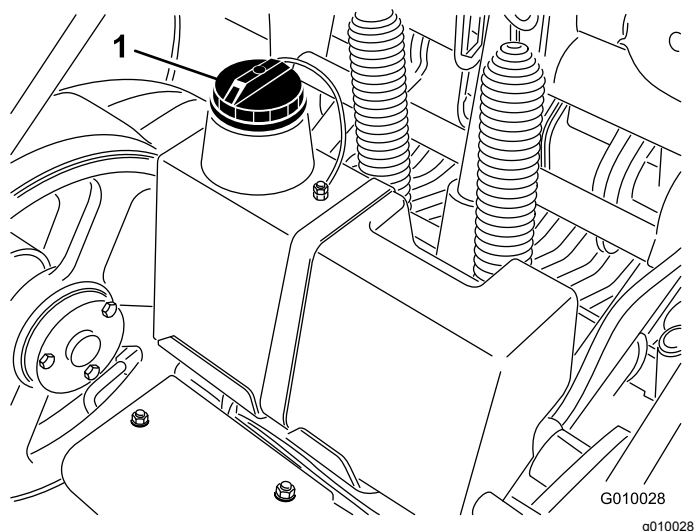

図 61
3. 油圧オイルタンクの注油口周辺をきれいに拭き、キャップ 図 61を外す。給油口からキャップを取る。